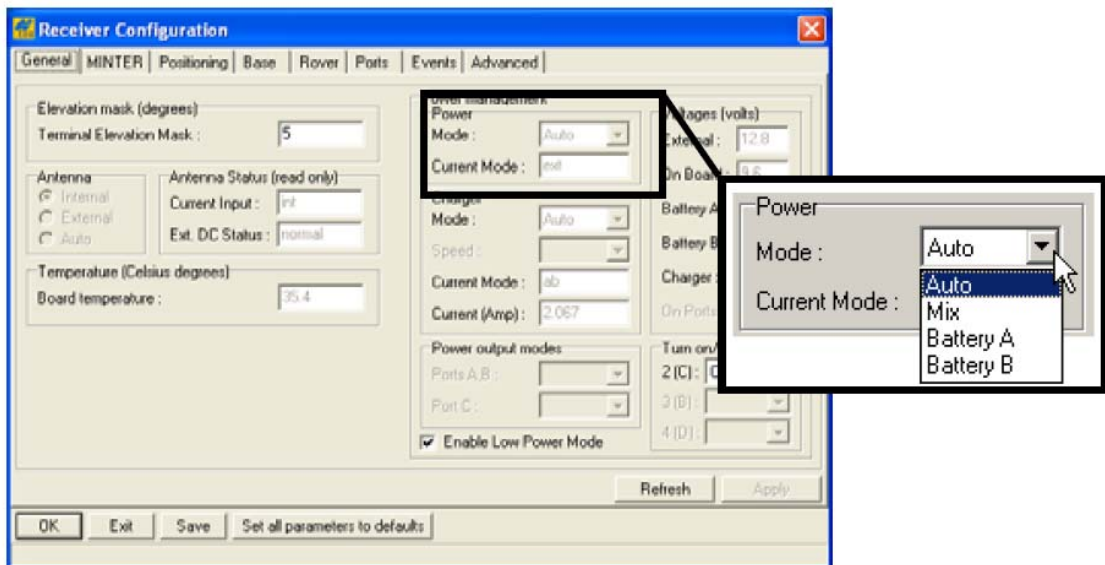

Рисунок 2-9. Выбор режима питания
3. В области *Power (Питание)* щелкните на выпадающем списке *Mode (Режим)* и выберите в нем нужный Вам источник питания (см. рис. 2-9). Поле *Current Mode (Текущий режим)* указывает источник питания, используемый в настоящий момент; при использовании блока подзарядки там будет написано "extbat" (внешняя батарея).